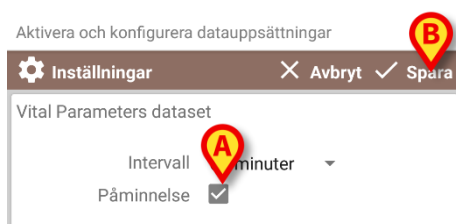

Fig. 100
- Välj kryssrutan Påminnelse för att få automatiska påminnelser när registreringarna av datauppsättningarna ska utföras (Fig. 100 **A**).
- Tryck på alternativet **Spara** för att spara ändringarna (Fig. 100 **B**).